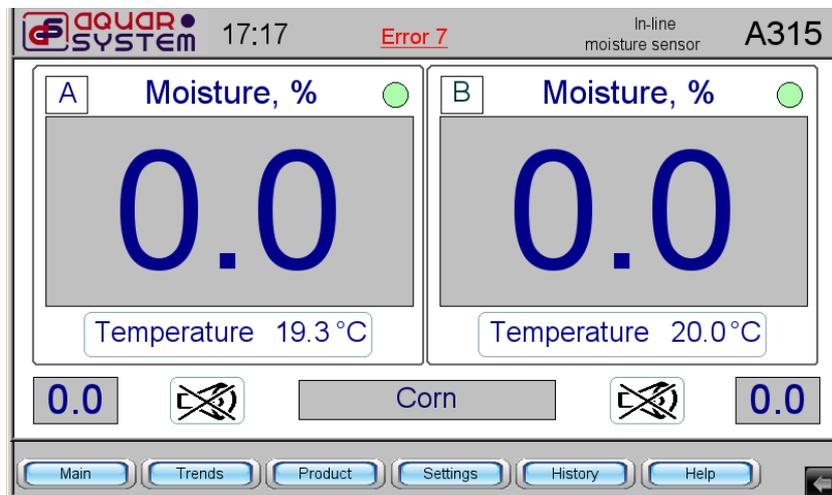

fig 33. "Error 7" message
**Problem:** «Error 7» message on the screen (fig. 33).